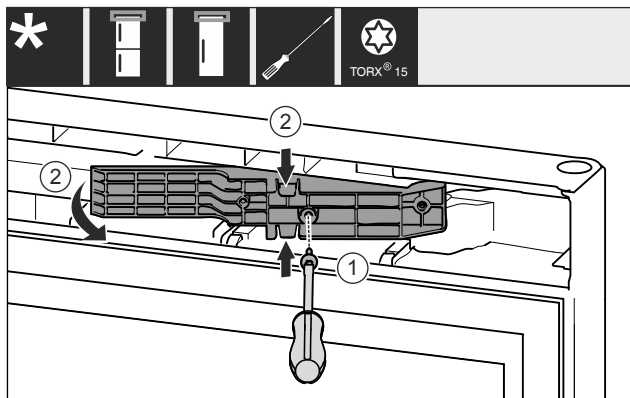

Fig. 12 *
- ▶ Šroubovákem T15 uvolněte šrouby. Fig. 12 (1)*
- ▶ Vytáhněte adaptér. Fig. 12 (2)*